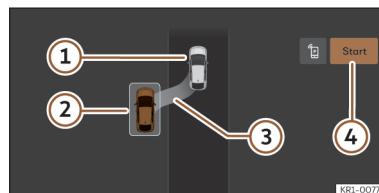
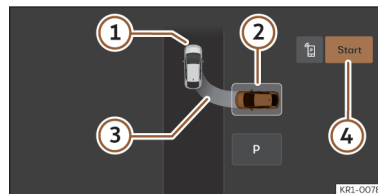

Fig. 152 No ecrã do sistema infotainment: posição para estacionar em linha.
Fig. 153 No ecrã do sistema infotainment: posição para estacionar em espinha.
>>> **Fig. 152**, >>> **Fig. 153**
- Observe na visualização do ecrã do sistema infotainment se se detetou o lugar como «apropriado» e se atingiu a posição correta para estacionar >>> **Fig. 152**, >>> **Fig. 153**. Pare o veículo, siga as instruções apresentadas no infotainment.
- Pare o veículo, carregue no travão e, após uma breve pausa, pressione a tecla **Iniciar** (4) no sistema infotainment.